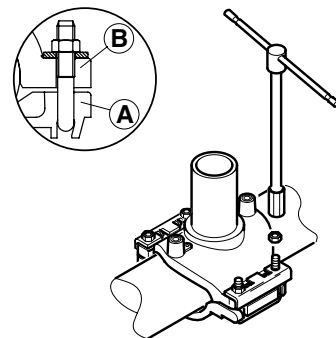

FIG.1
- Ziehen Sie so lange an, bis die Ober- und Unterseite der Schelle fest sitzen, dies gilt für Schellen mit einer Plastikunterschale. (siehe fig. 1)
• jusqu'à ce que les deux demi coquilles A et B soient en contact dans le cas de selle de dérivation avec coquille rigide (voir fig. 1)
**GB** Use a wrench to tighten the four screw nuts until top and bottom part of branch saddle come into tight contact, A and B, for branch saddle with plastic underclamp (see fig. 1).
**NL** Span de 4 bouten aan met de aangepaste sleutel, tot dat de twee halve schelpen A en B elkaar raken, ingeval van een aftakking met een harde schaal (zie fig.1).